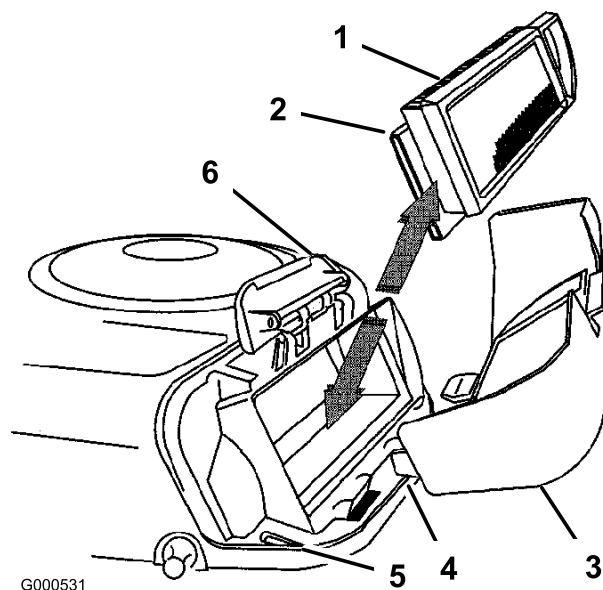

Figura 32
2. Allineate le linguette del coperchio del filtro dell'aria con le fessure del convogliatore (Figura 32). Agganciate il manico sul coperchio, quindi premete sul manico per fissare saldamente il coperchio.